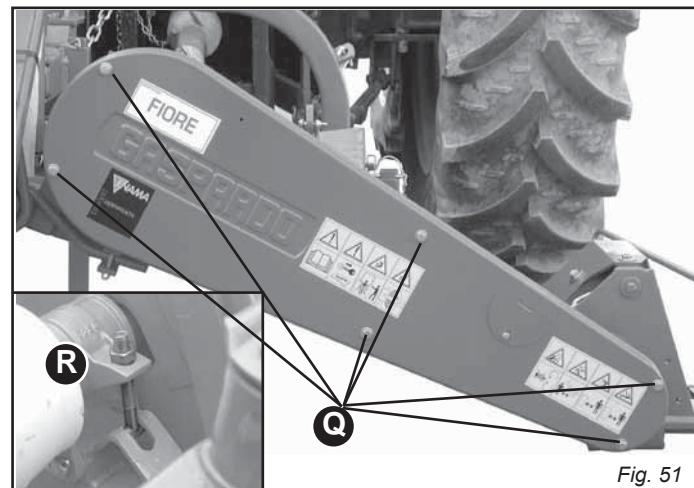

Fig. 51
- Отвинтите винты (Q, Рис. 51) и снимите защитный картер.
- Полнотью ослабьте натяжитель ремня (R, Рис. 51).
- Установите на место защитный картер, закрепив его специальными предназначенными винтами (Q, Рис. 51).